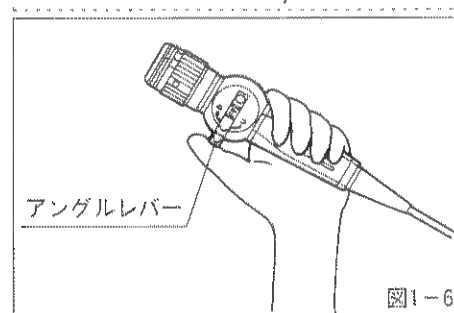

図1-6
⑭ アングルレバーに異常な抵抗を感じた場合はそれ以上無理に回さないでください。(図1-6)